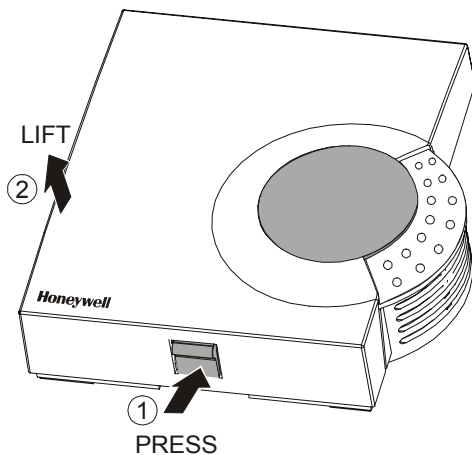

Fig. 3 Démontage du couvercle
1. Le couvercle de la sonde de qualité d'air est fixé par un onglet sur le côté bas à l'embase de l'appareil. Pour désassembler le couvercle de l'embase voir Fig. 3.